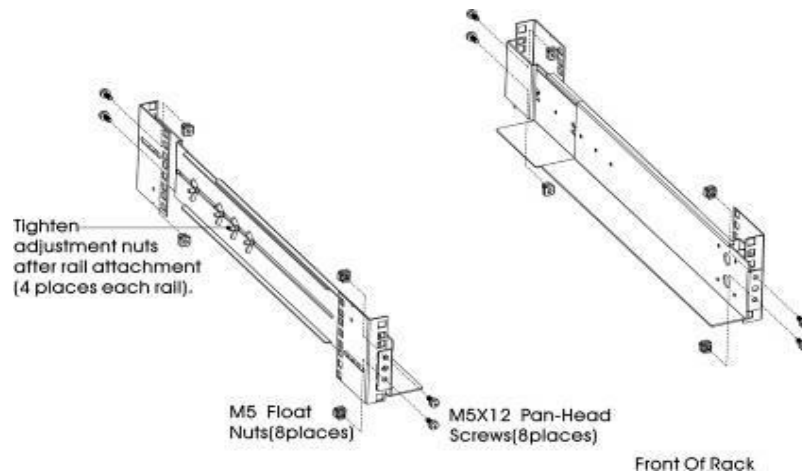

Abbildung 2: Befestigung der Schienen
- b) Wählen Sie die richtige Größe im Rack für die Positionierung der USV (siehe Abbildung 2). Die Schiene nimmt vier Positionen an der Vorder- und Rückseite des Racks ein.